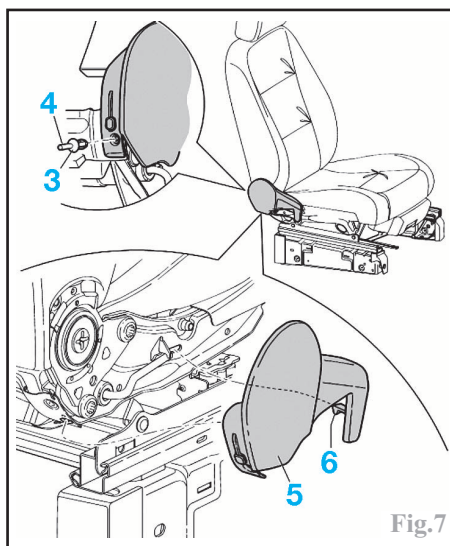
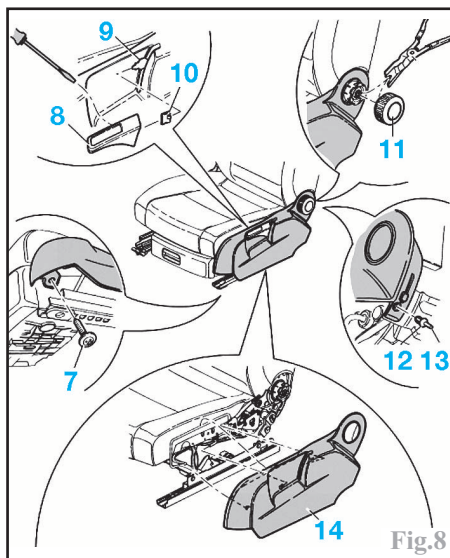

Fig.7
Fig.8
-le clip (3), après avoir chassé son clou (4) (Fig.7).
-le cache (5), après avoir soulevé sa languette (6).
-la vis (7) du cache gauche du siège (Fig.8).
-le cache (8) du levier de réglage en hauteur (9), en poussant la languette de l'agrafe (10) vers l'intérieur.
-la molette (11), en la dépliant à l'aide d'une pince appropriée.
-le clip (12), après avoir chassé son clou (13).
-le cache (14).